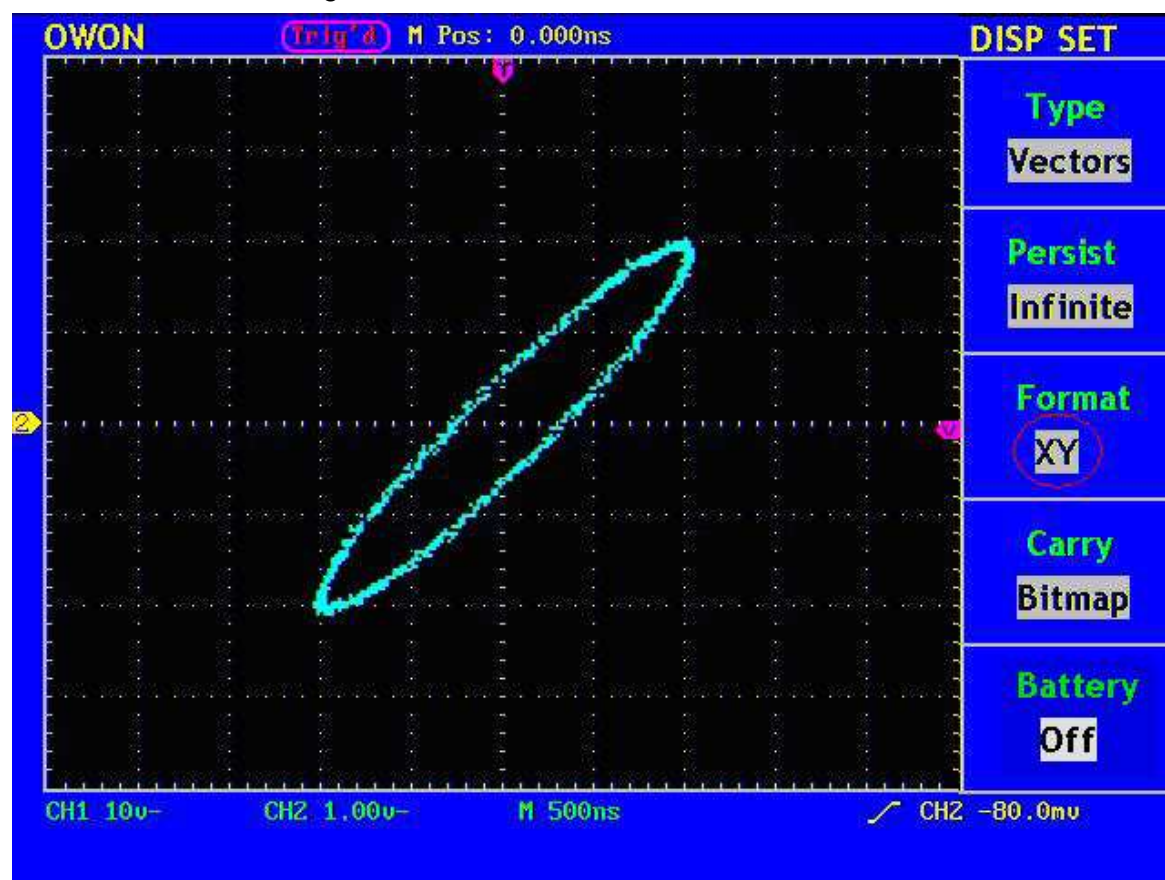

Fig. 44 XY 表示モード
2. F3 ボタンを押して、Format を XY に設定します。表示フォーマットは XY モードに変わります。(Fig.44 参照)